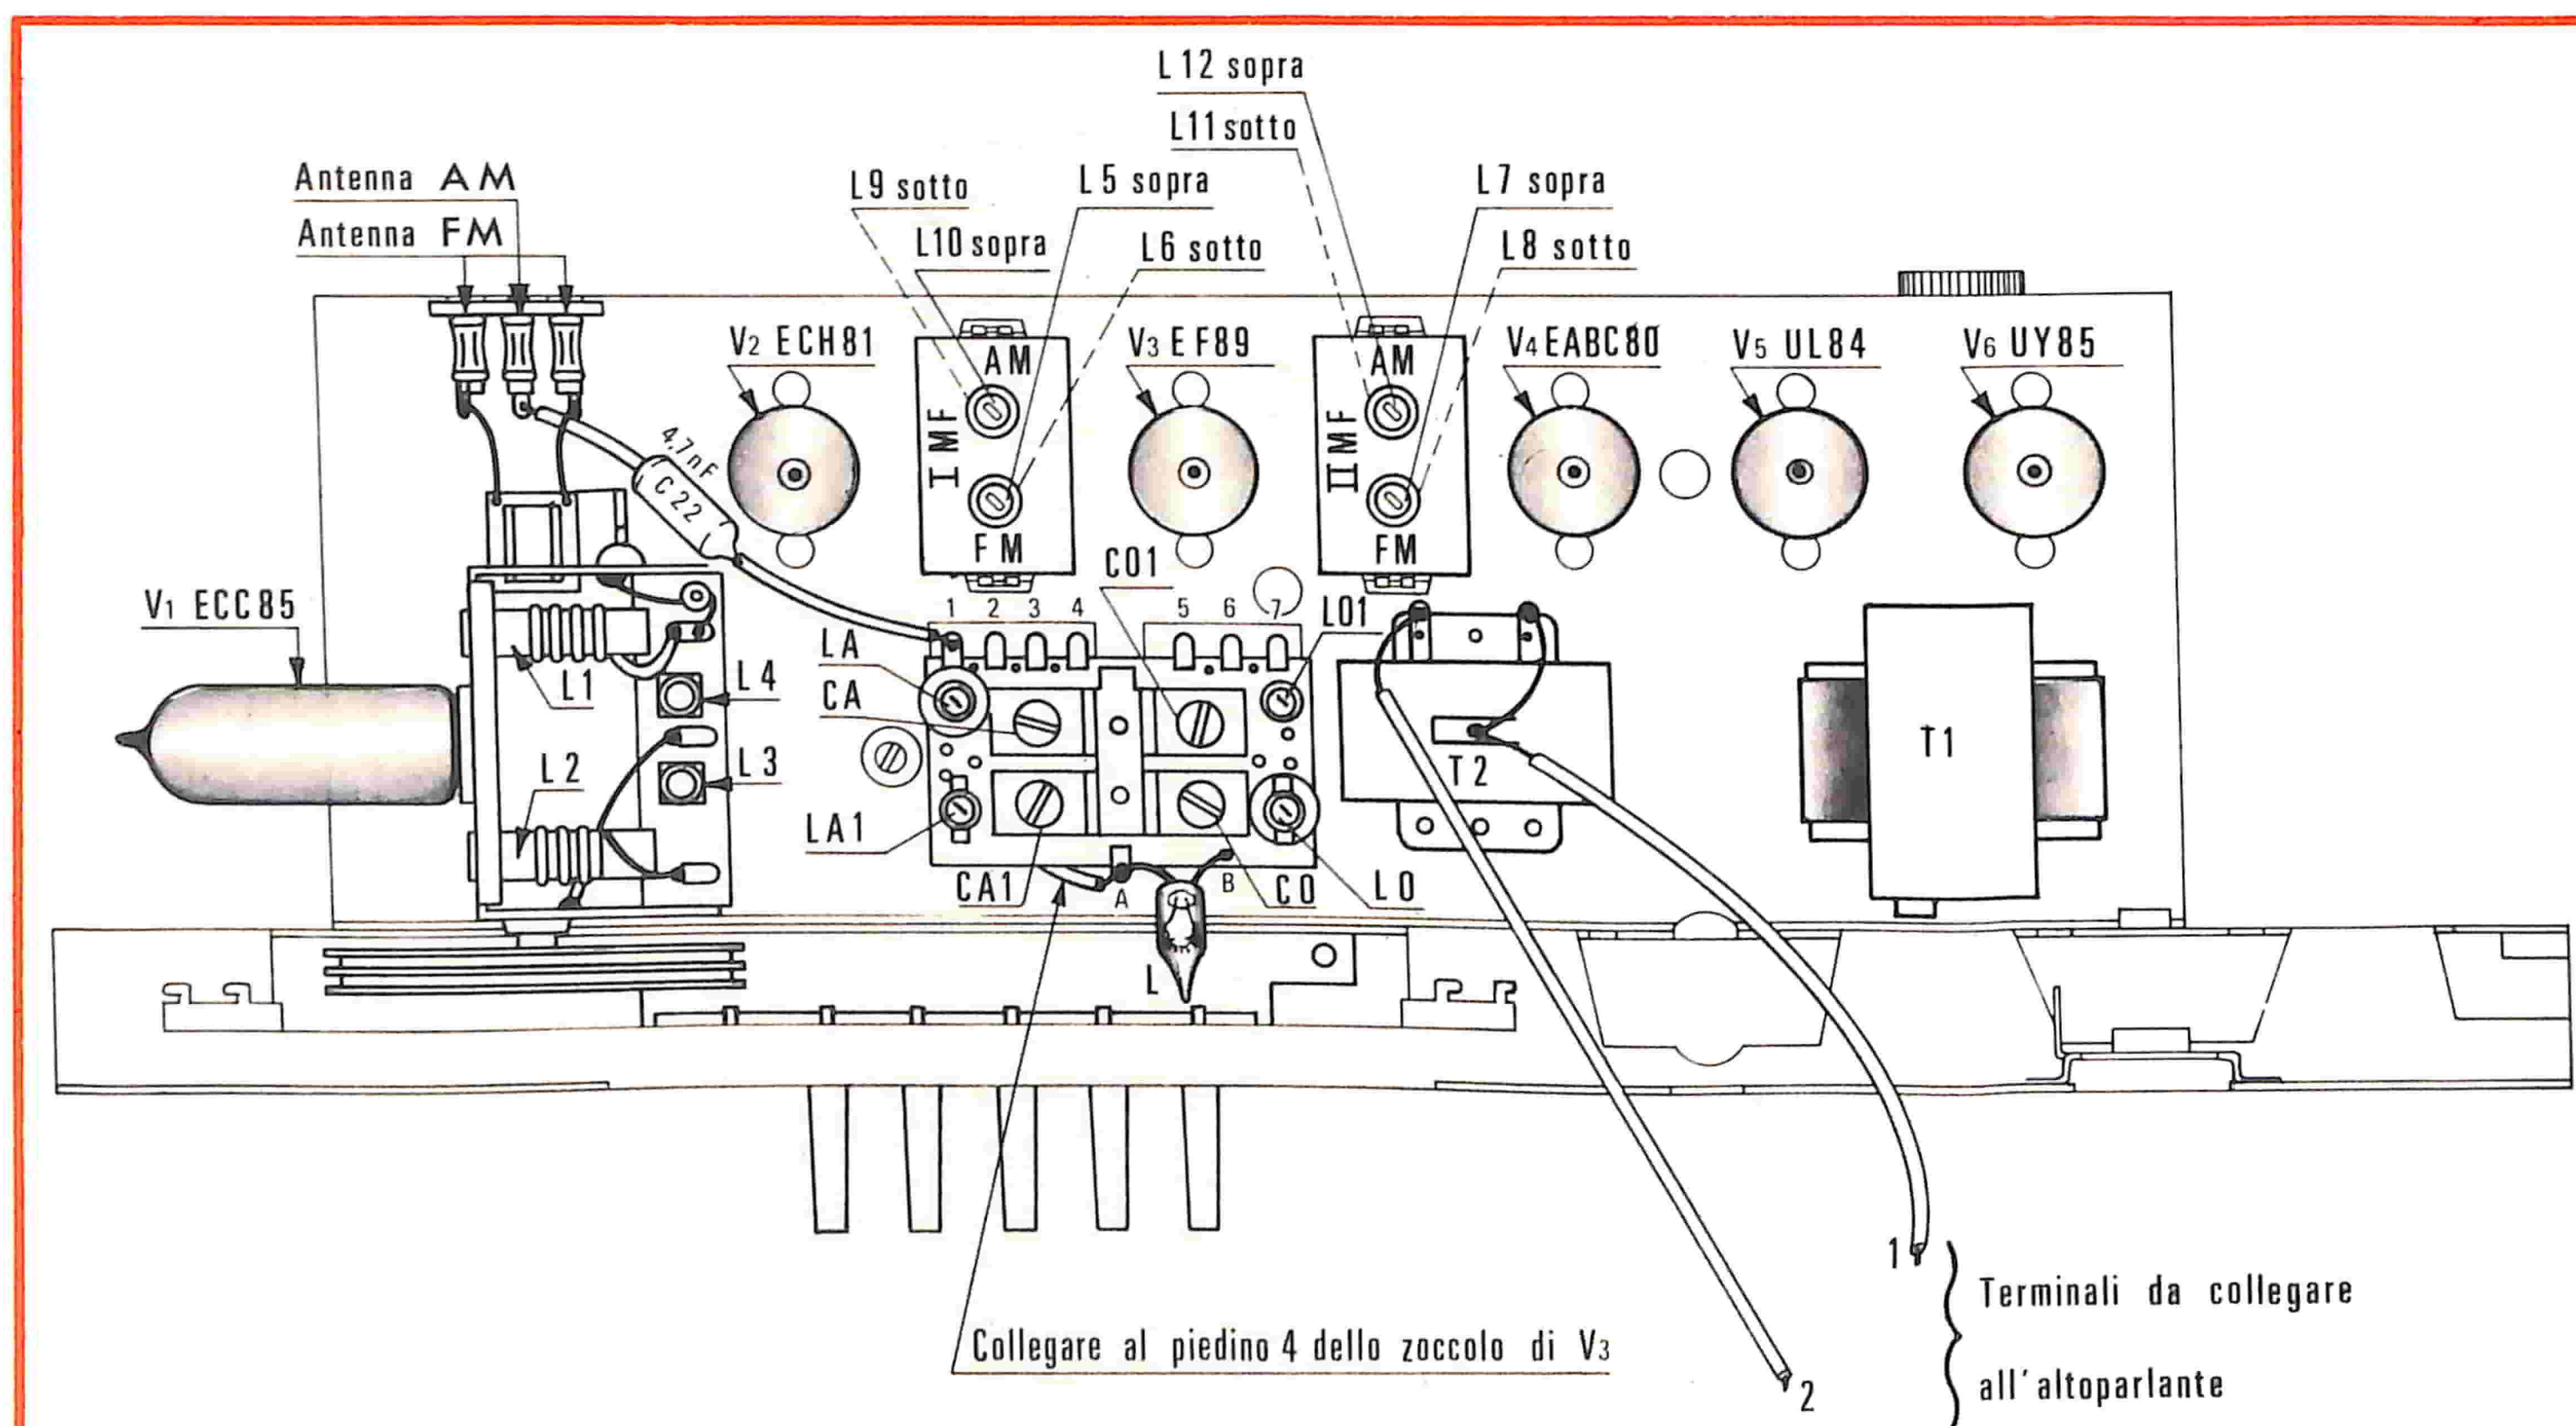

Fig. 8 - Vista superiore del ricevitore con la disposizione dei punti da regolare.
Per i particolari di montaggio dei componenti qui di seguito indicati vedi fig. 8.
- Montare le valvole - fig. 8.
- Collegare l'altoparlante ai terminali 1 e 2 del trasformatore d'uscita T2 - fig. 8.
Per la disposizione dei nuclei vedere fig. 8.
Per il procedimento vedere la tab. 2. Per la disposizione dei nuclei vedere la fig. 8.
Per la disposizione dei nuclei vedere la fig. 8.